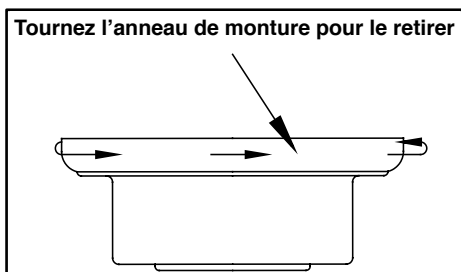

Figure 5
1. Retirez l'anneau de montage de la montage en le tournant vers la droite jusqu'à ce qu'il soit déverrouillé. (Figure 5)